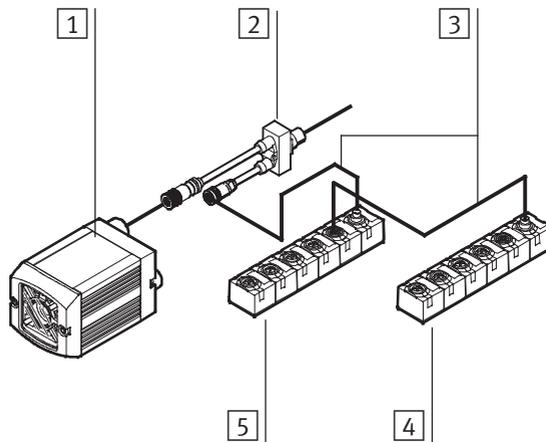

Bild 4/15: Kompaktkamerasystem SBOI-Q mit E/A-Erweiterung (Beispiel).
- Schließen Sie zur Stromversorgung der externen E/A-Module zuerst das Kabel SBOA-K20CP-SUP von Festo an das Kompaktkamerasystem an (➔ Bild 4/15).
- Verbinden Sie anschließend die E/A-Module wie im Beispiel Bild 4/15 dargestellt. Verwenden Sie hierzu die Ver-